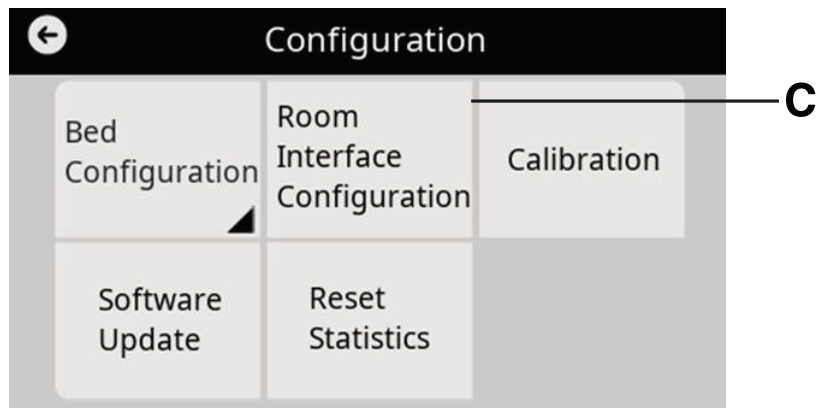

図 6 – ProCuity設定メニュー
4. 設定メニューで、**部屋のインターフェース設定 (C)** を選択します (図 6)。